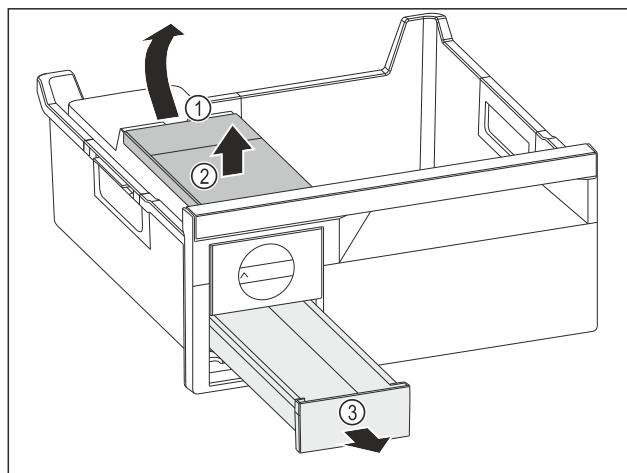

Fig. 143
- ▶ Watertank wegnemen: Watertank bij de uitsparing Fig. 143 (1) optillen.
- ▶ Watertank Fig. 143 (2) naar boven toe wegnemen.
- ▶ IJsblokjesvak Fig. 143 (3) naar voren toe wegnemen.